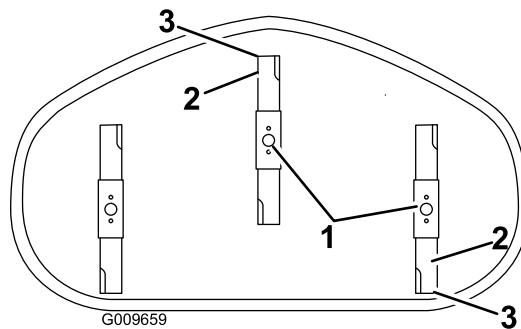

Figure 52
4. Faites pivoter les lames avec précaution pour faire passer les pointes avant à l'arrière (Figure 52).
5. Mesurez la distance entre la pointe de la lame avant et la pointe de la lame arrière par rapport à la surface plane (Figure 52).
9. Une fois le réglage effectué, vérifiez à nouveau l'inclinaison avant/arrière des lames; continuez d'ajuster l'écrou jusqu'à ce que la pointe avant de la lame soit de 1,6 à 8 mm (1/16 à 5/16 po) plus bas de la pointe arrière (Figure 52).